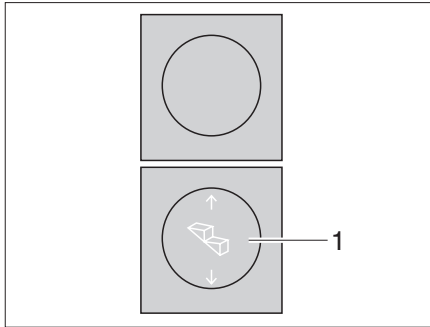

Bild 1 Brytare fotsteg
- ▶ Tryck nedtill på vipkontakt (Bild 1,1) tills fotsteget har körts ut helt.
- ▶ Tryck uppåt på vipkontakt (Bild 1,1) tills fotsteget har körts in helt.